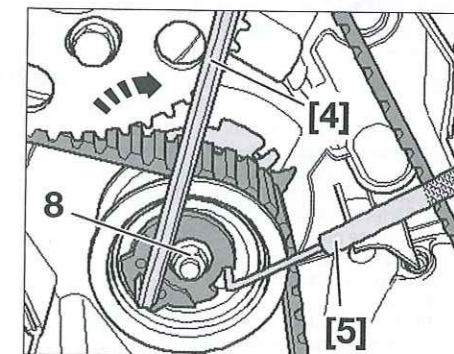

Fig. 9
- Aflojar la tuerca (8) del rodillo tensor (Fig.9).